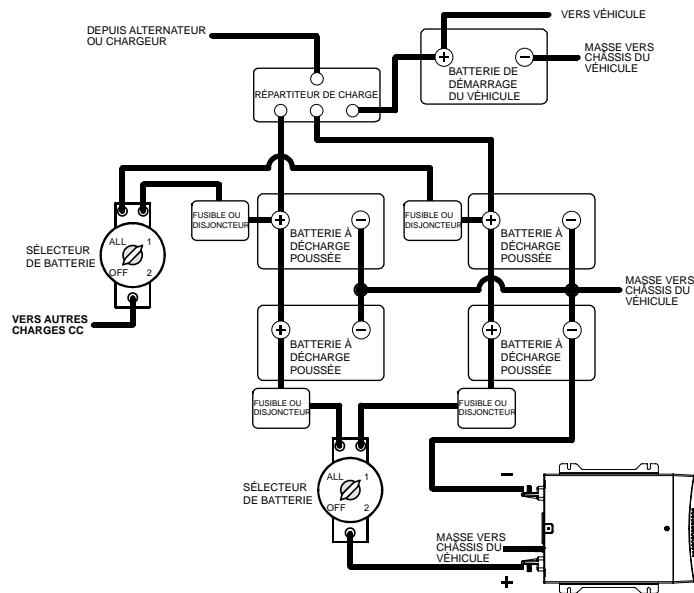

Figure 5 Configuration pour charges lourdes
- Configuration pour charges lourdes (cf. Figure 5) : Poser un sélecteur de batterie, puis le brancher sur le fusible c.c. (ou disjoncteur).
- Côté batterie, brancher le câble positif sur le fusible c.c. (ou disjoncteur) qui a été posé sur la borne positive de la batterie. Configuration pour charges lourdes (cf. Figure 5) : Brancher le câble positif sur le sélecteur de batterie, ce dernier étant déjà branché sur le fusible c.c. (ou disjoncteur).